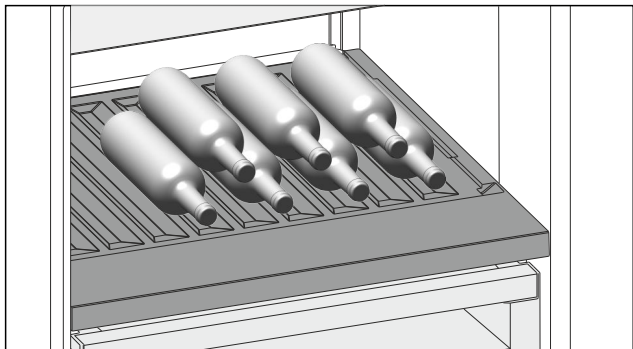

Fig. 121
- Stavite boce s dnom prema stražnjoj stijenci hladnjaka. (pogledajte Fig. 121)